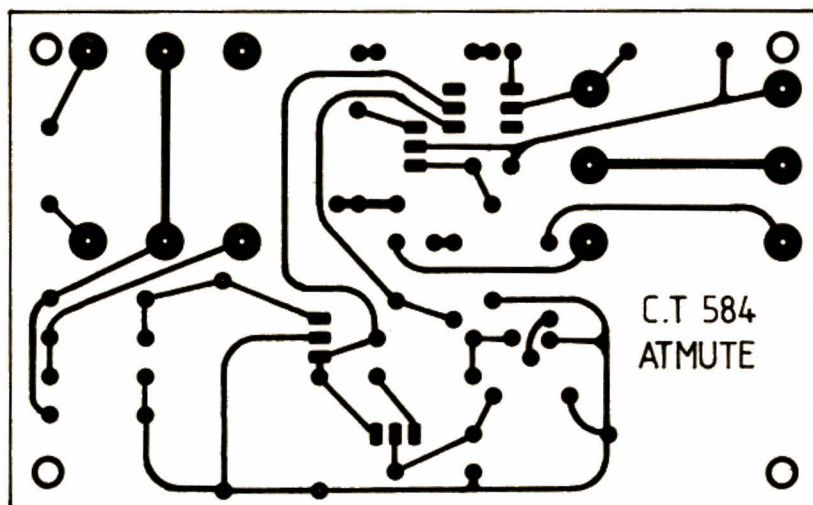

Fig. 3. - Le circuit imprimé, vu côté cuivre, échelle 1.
- La figure 3 met en évidence les rendements comparés des deux types d'amplificateurs (AB et numérique).
Ce tableau (I) montre que ce procédé DECA permet d'approcher un rendement de 100 % (le tableau fait abstraction des pertes de l'amplificateur à vide, en position d'attente). Nous retrouvons une expression plus imagée de ce tableau quant aux pertes et aux rendements figures 6 et 7. On remarquera, à propos de la figure 7, que celle-ci présente une similitude certaine avec la figure 3 fournie par COMEL, ce qui donne à penser que les technologies de COMEL et de Peavey doivent être assez voisines même si l'un parle de classe S et si
Fig. 3. — Rendements comparés théoriques (en tirets) et pratiques (en trait plein) d'un amplificateur classe AB (1 ou 2) et d'un amplificateur numérique (3 et 4) en fonction de la puissance de sortie.
Fig. 7. — Comparaison des rendements (en %) d'un amplificateur DECA (en trait plein) et d'un amplificateur conventionnel (en tirets) en fonction de la puissance de sortie (en watts). A rapprocher de la figure 3.
L'ensemble des composants, transformateurs compris, tient sur un circuit imprimé simple face dont le tracé fort simple vous est proposé figure 3. Ce circuit pourra être reproduit par toute méthode à votre convenance, telle que feutre à CI, transferts directs ou méthode photo.